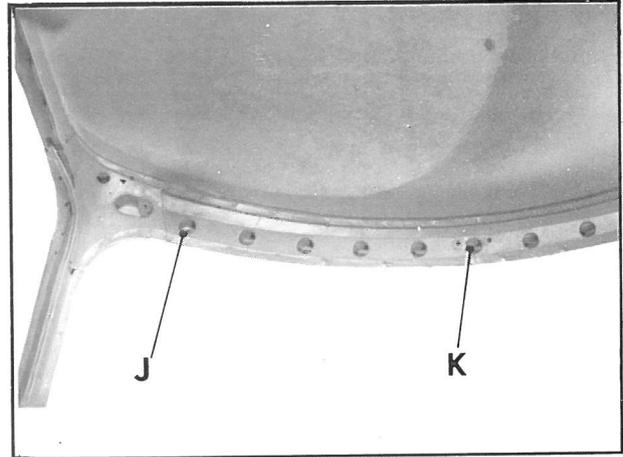

Fig. 4
- dans la zone N* (fig. 4) (quatre points)